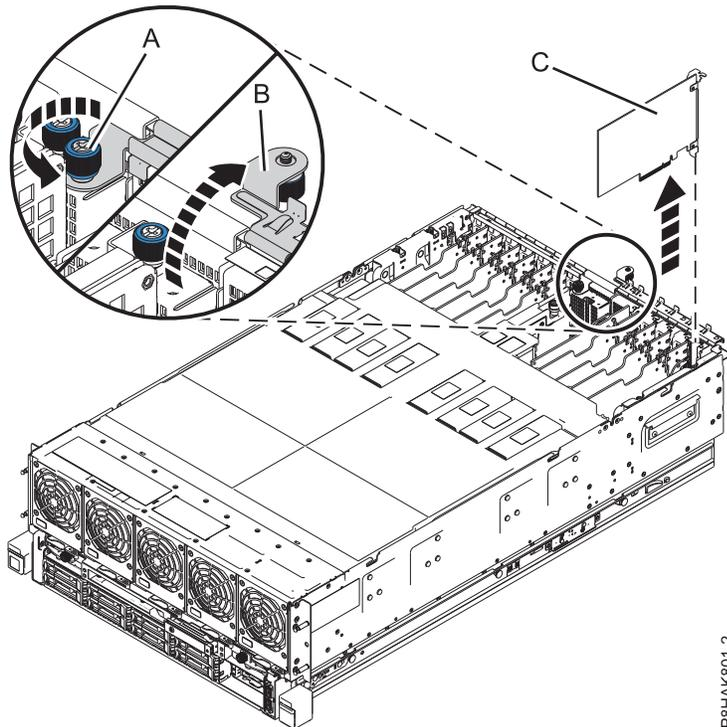

Figura 17. Extracción de un adaptador PCIe del sistema 8408-44E o 8408-E8E
- a. Desatornille el tornillo cautivo de la pieza de sujeción de retención de E/S hasta que esté bien aflojado. Consulte (A) en la Figura 17 en la página 27.
- b. Abra la pieza de sujeción de retención de E/S haciéndola girar hacia arriba y sacándola del sistema. Consulte (B) en la Figura 17 en la página 27.
- a. Sujete cuidadosamente el adaptador (C) por su borde o contrapunta y extráigalo de la ranura, tal como se muestra en la Figura 17 en la página 27.